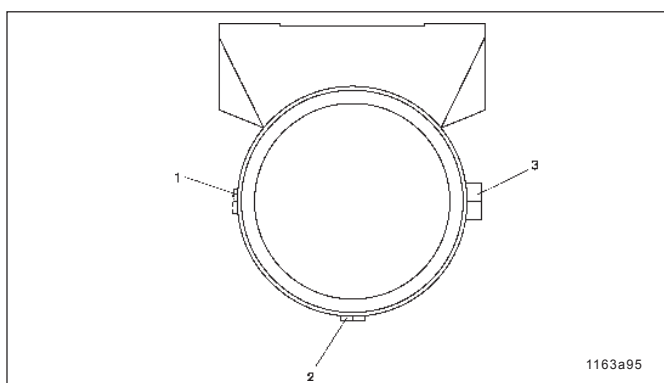

Fig. 10 - Pumpelementens placering
- Om flera pumpelement skall installeras, placeras de på samma sätt som visas i fig. 10.